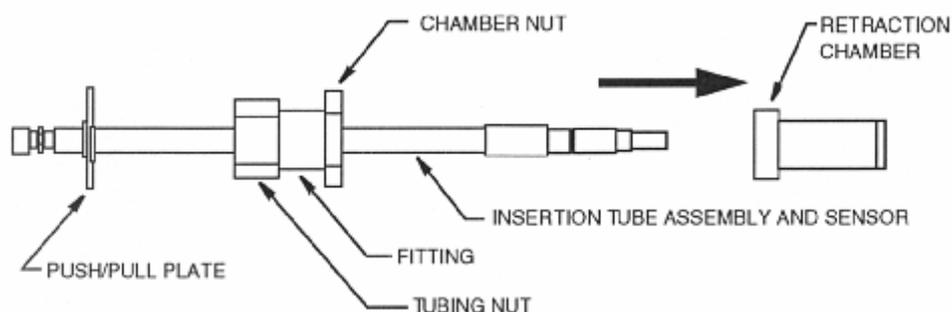

Figura 10. Instalación del conjunto del tubo de inserción en el proceso
1. Consultando la figura 10, afloje la tuerca del tubo y deslice el accesorio a lo largo del tubo de inserción hacia el extremo del sensor hasta llegar a tope. Apriete ligeramente la tuerca del tubo.